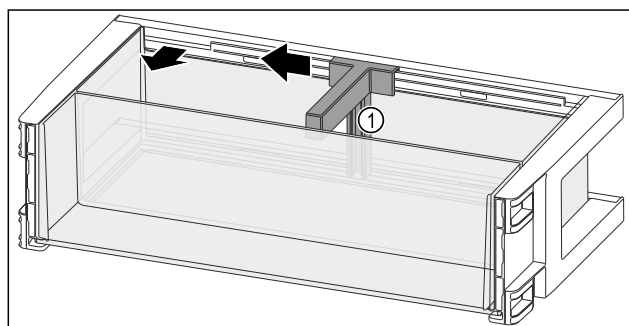

Fig. 120
- Плъзнете преградата за бутилки Fig. 120 (1) настрани до прореза.
- Свалете преградата за бутилки Fig. 120 (1).